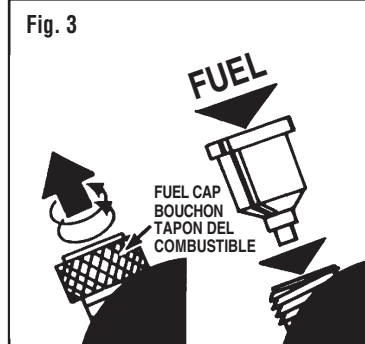

Fig. 3
- Remove FUEL CAP. Use a funnel or suitable filling device and fill with clean, fresh fuel. DO NOT TIP STOVE. (Fig. 3)
- Enlevez le BOUCHON DU RÉSERVOIR. Remplissez le réservoir de carburant propre et frais avec un entonnoir ou autre article approprié. N'INCLINEZ PAS LE RÉCHAUD. (Fig. 3)
- Quite la TAPA DEL COMBUSTIBLE. Utilice un embudo o artículo apropiado y llene con combustible limpio y fresco. NO INCLINE LA ESTUFA. (Fig. 3)